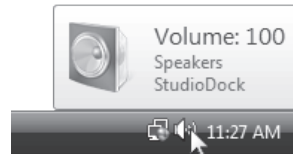

Abb. 6
3. Der StudioDock wird nach dem Anschluss zum Standardgerät und wird auf maximalen Pegel eingestellt. Überprüfen Sie dies, indem Sie mit der Maus über das Lautsprecher-Icon in der unteren rechten Bildschirmcke fahren. Es sollte Volume:100 und "StudioDock" angezeigt werden (Abb. 6).